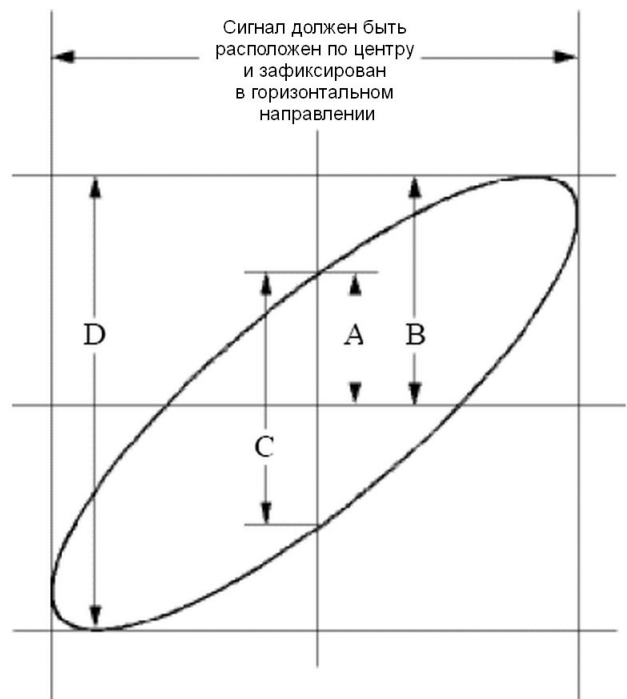

Рисунок 7.6. Фигура Лиссажу
- 8) Применяя методику анализа эллиптических осциллограмм, найдите и вычислите разность фаз (см. рисунок 7.6).